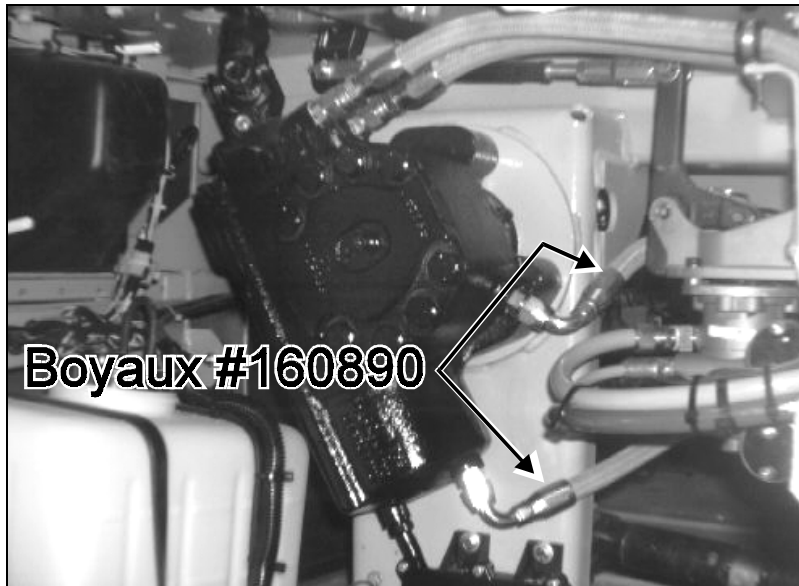

FIGURE 3: COMPARTIMENT DE SERVICE
1. Dans le compartiment de service avant, enlever les boyaux (Prévost #160890) directement sur le boîtier de direction (Fig. 3) et installer rapidement les bouchons (Prévost #661021).